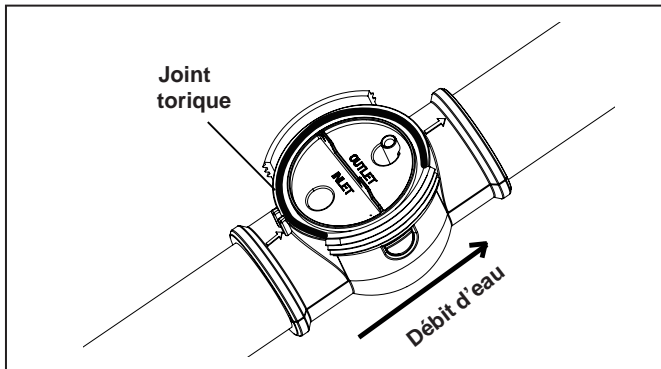

Figure 11. Flèche du débit d'eau
- Insérer le joint torique dans la rainure sur les deux parties du collier (Voir Figure 11).